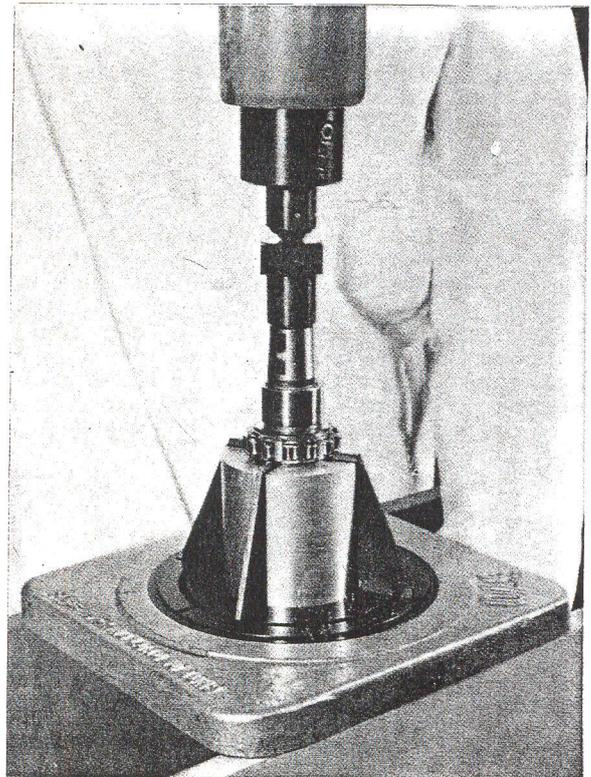
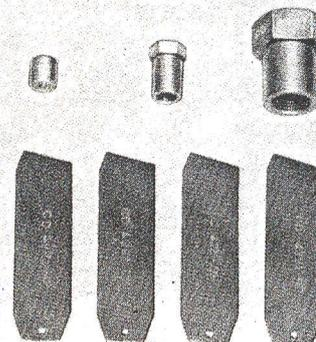

Fig. U2 — Dépose du roulement et du manchon d'arbre.
Fig. U5 — Outils CHURCHILL (FENWICK) pour la pompe à vide.
Déposer (fig. U2) le chemin de roulement intérieur et le manchon d'arbre à l'aide des outils « Churchill » C.D. 370 et C.D. 4221-3 (fig. U5).
Monter la couronne conique (fig. U5) à l'intérieur du socle de l'outil CD. 370
N.B. : Aucun outil spécial n'est nécessaire pour remonter les pompes à vide qui n'ont qu'un seul joint d'étanchéité. Pour les pompes à vide à deux joints, utiliser le cône de montage « CHURCHILL » C.D. 44 (fig. U5). Placer le cône sur l'arbre pour guider les joints sur le manchon d'arbre (fig. U4) si nécessaire. Graisser le roulement et introduire l'arbre côté entraînement dans le couvercle.
La figure U5 montre les outils spéciaux « Churchill » et commercialisés par FENWICK utilisés pour la pompe à vide.